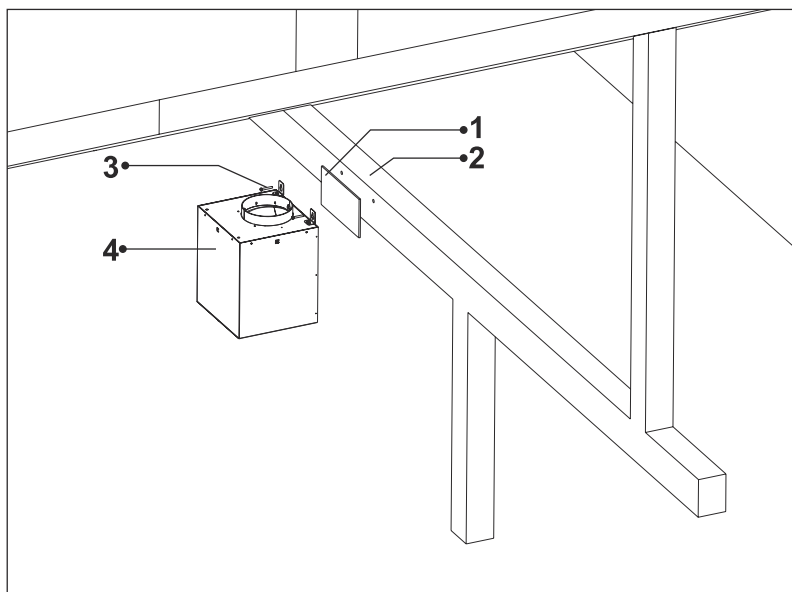

Fig. 27
2. ➔ Monter nu motorkabinettet på spæret/lægten med 2 x 5,5x60mm skruer.(Fig. 27)